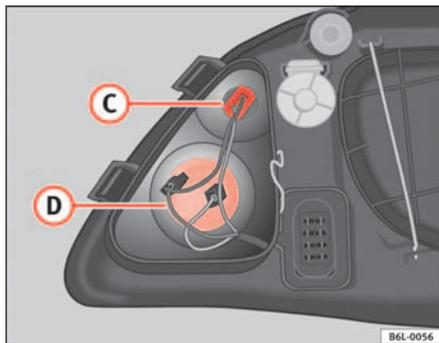

Abb. 149 Blinklicht
- Die Lampenfassung nach links drehen und auf ihrer Aufnahme entnehmen => Abb. 149 **D**.